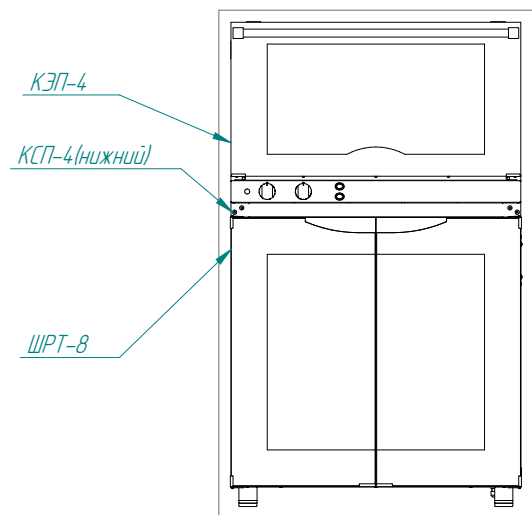

Рис.4
**Внимание: (перед тем как установить КЭП-4 с "днища" выкрутите четыре ножки) см. Рис.4**